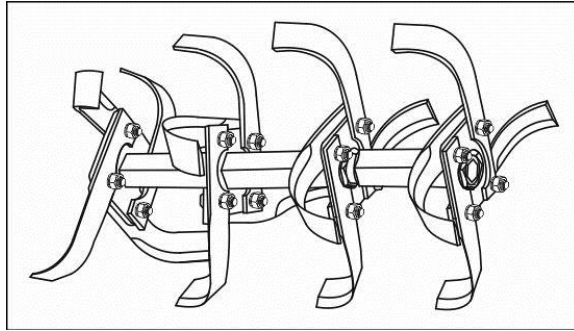

Рисунок 11. – Ґрунтофреза у зборі, модель МБ 2070Б
7. Скласти інші сегменти ротора ґрунтофрези (див. рис. 11.) Складання лівої половини ґрунтофрези здійснюється аналогічно, урахуванням напрямку обертання ротора.